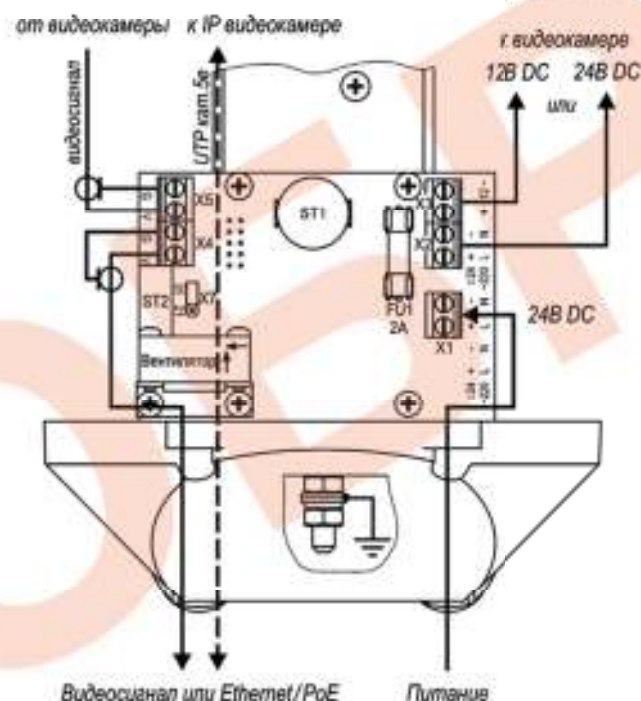

Рис.2 Подключение ТГБ-7 ТВ-24/12(24)
4. Подсоединить видеосъемку к контактам платы коммутации в соответствии со схемой подключения (рис.2, 3 или 4).
5. Ввести через гермовводы внешние кабели (кабель видео или интерфейсный кабель и кабель питания) и подключить их к плате коммутации (рис.2 или 3).
Предприятием изготовителем джампер Х7 установлен в положение «31» - мощность обогрева 31 Вт, для изменения мощности на 21 Вт джампер Х7 необходимо переставить в положение «21» (см. рис.2 и 3).